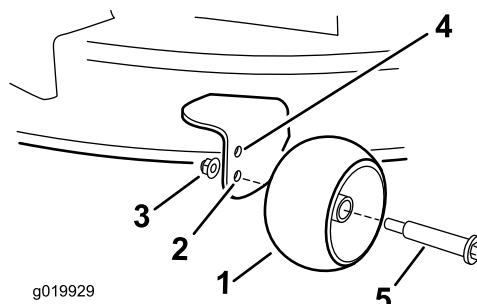

Figure 19
- Trou supérieur – utilisez cette position pour les hauteurs de coupe du tablier de coupe jusqu'à 63 mm (2-1/2 po) (Figure 19).
- Trou inférieur – utilisez cette position pour les hauteurs de coupe du tablier de coupe à partir de 76 mm (3 po) (Figure 19).